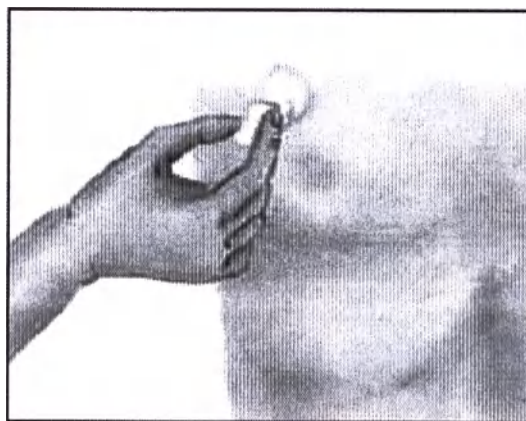

Рис. 5
2) В стерильных перчатках нащупайте место имплантата, чтобы следом найти порт и его мембрану (рис. 5).